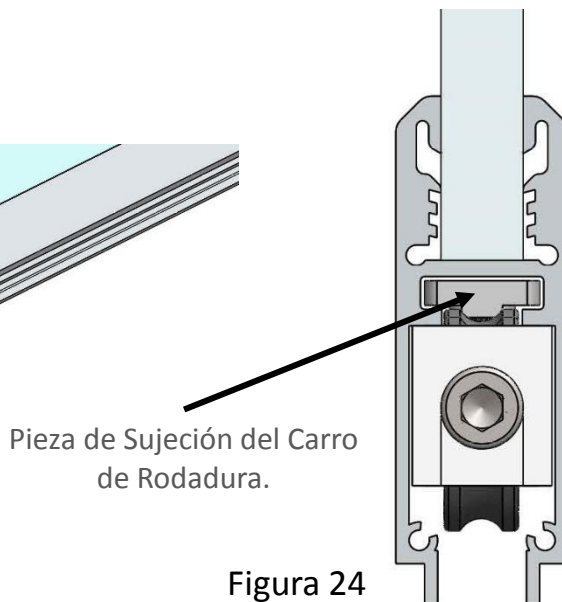

Figura 24
- Introducir el Conjunto Carro de rodadura en el Perfil. Insertar la Pieza de Sujeción en el hueco existente en el perfil destinado a la fijación del conjunto (Figura 24).